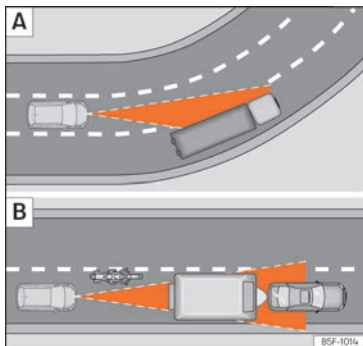

Fig. 155 [A] Veículo numa curva. [B] Motocicla que circula à frente, fora do raio de alcance do sensor de radar.
O ACC poderia não detetar em curva o veículo precedente ou poderia regular a distância com veículos que se encontram noutras faixas » **Fig. 155 [A]**.
- Veículos que circulem desalinhados ou fora da zona de deteção do sensor, por exemplo, motocicletas » **Fig. 155 [B]**